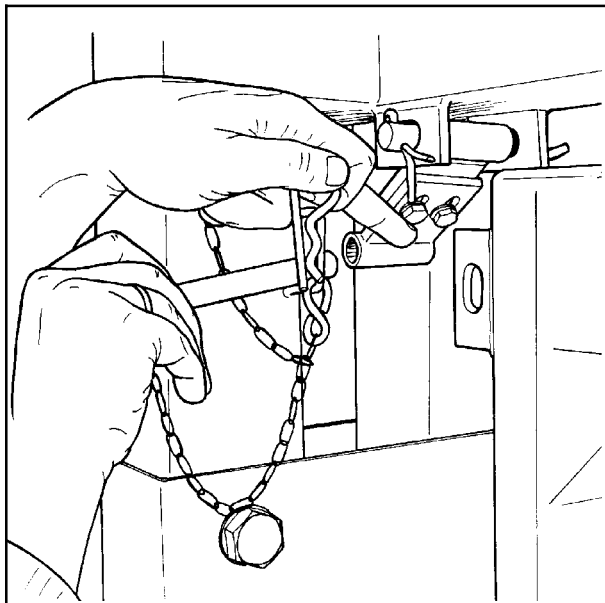

Fig. 4-5
6. Ta ut låsebolten som holder sveivearmen fast til ramma under transport. (Se fig. 4-5).